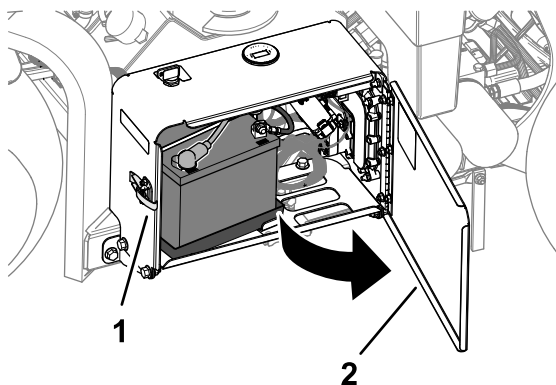

Рисунок 171
1. Разблокируйте и откройте дверцу аккумуляторного отсека (Рисунок 171).